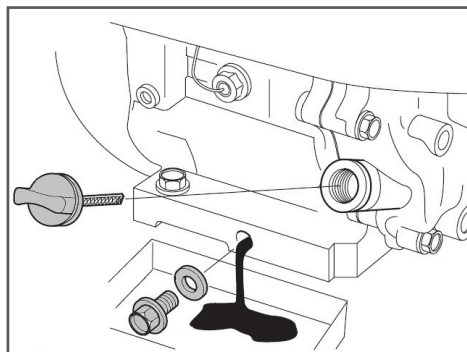

Рис. 15 Замена масла в двигателе
4. Открутите пробку для слива масла и слейте отработанное масло в подготовленную для этого емкость (Рис. 15).